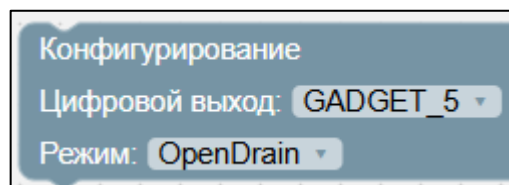

Рисунок II-45 – Блок конфигурирования
1) блок конфигурирования (см. Рисунок II-45):